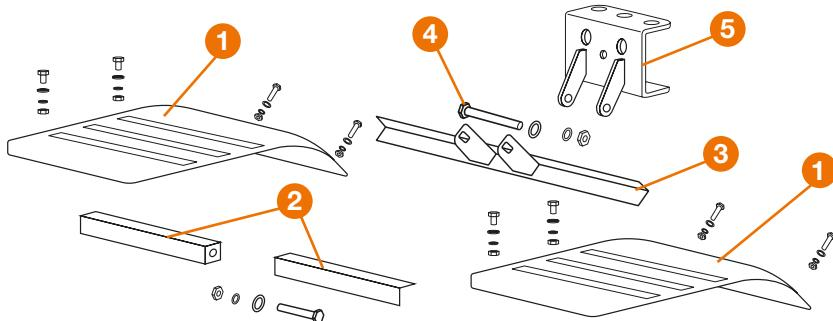

Рис. 8
Для защиты оператора от летящей во время работы почвы и прочих предметов необходимо установить защитные крылья ① на мотоблок, как показано на рис. 8.